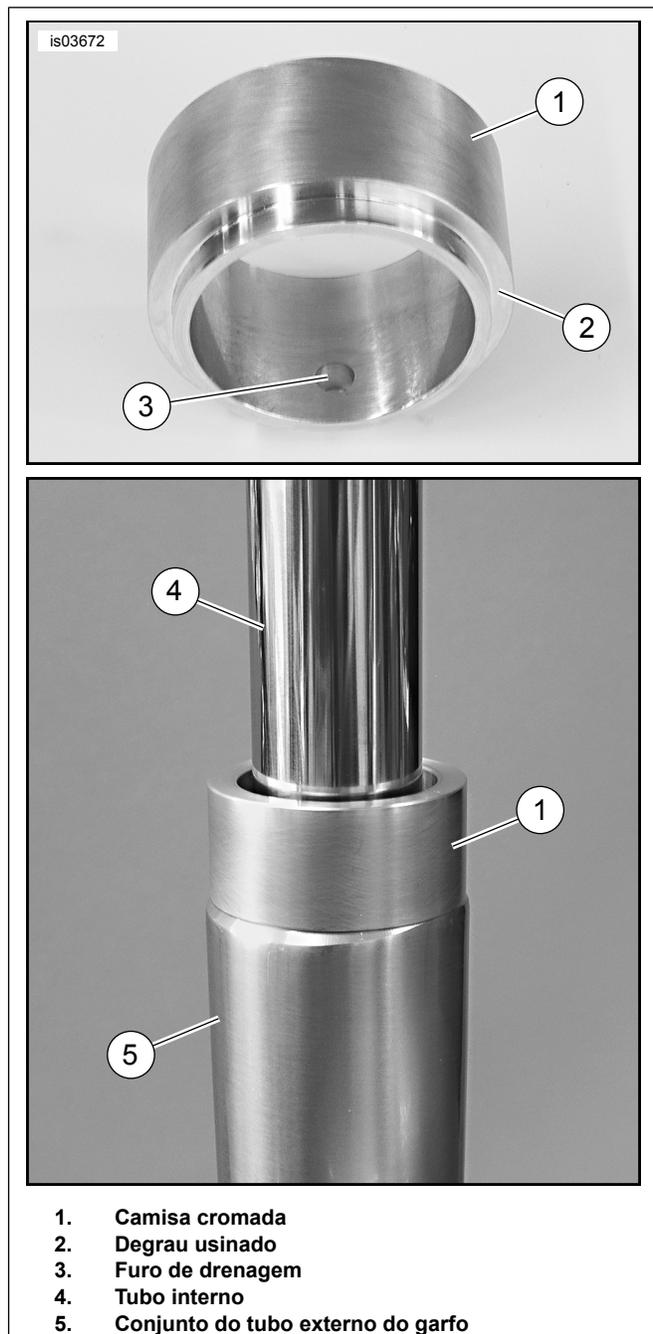

Figura 1. Instalação da camisa
7. Veja a Figura 1. Pegue uma camisa cromada (1) do kit. Com o degrau usinado (2) virado para baixo, deslize a camisa para baixo ao longo do tubo interno (4) até entrar em contato com o conjunto do tubo externo do garfo.
8. Posicione a camisa de forma que o furo de drenagem (3) fique voltado para a traseira do veículo quando o garfo estiver instalado. Usando o INSTALADOR DE BUCHA E VEDADOR DE GARFO (HD-34634), coloque a camisa na extremidade superior do tubo externo do garfo até a camisa encostar na borda superior do tubo.